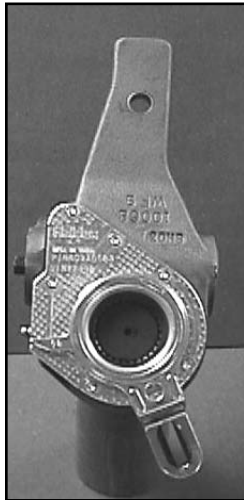

Figura 1. AA1
**PASO 6B.** Con el ajustador de freno del modelo AA1 (figura 1), gire el brazo de control lejos de la parte hexagonal de ajuste, hacia la cámara de aire hasta que llegue a una parada interna. El "indicador de instalación" debe encontrarse dentro del área ranurada con el freno completamente liberado. La vista del indicador varía de lado a lado. Los ajustadores de trailer Haldex AA1 están sueltos y se utilizan en ambos lados del eje.